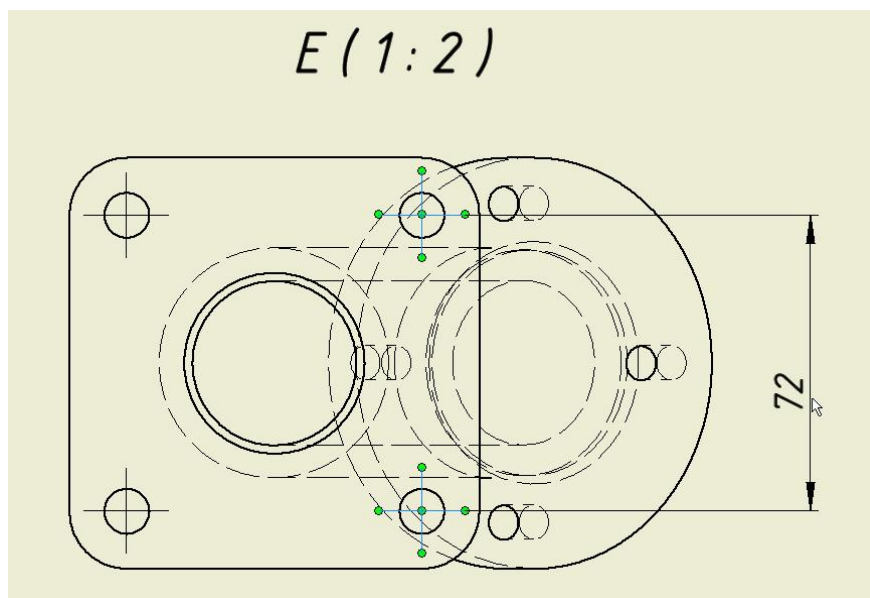

Рисунок 3.12 – Щелкните маркер центра или любую другую геометрию, чтобы нанести размер
4) Щелкните на маркер центра в нижнем и верхнем правом углу (рисунок 3.12).